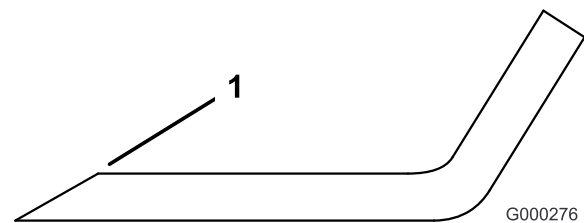

Figura 29
3. Inspeccione los filos de corte de todas las cuchillas. Afíle los filos de corte si están romos o tienen mellas. Afíle únicamente la parte superior del filo y mantenga el ángulo de corte original para asegurar un filo correcto (Figura 29). La cuchilla permanecerá equilibrada si se retira la misma cantidad de metal de ambos filos de corte.